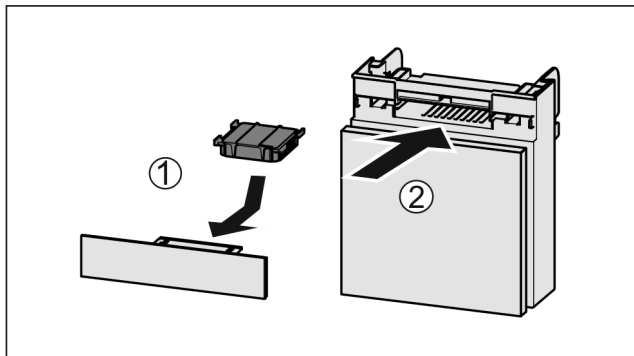

Fig. 130
- ▶ Insérer le filtre à charbon actif d'après le schéma Fig. 130 (1).
- ▶ Insérer le compartiment Fig. 130 (2).